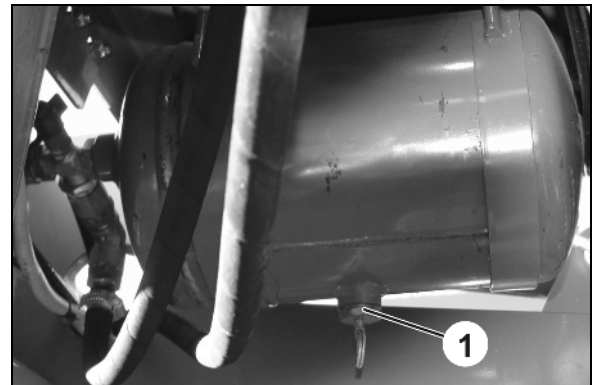

Fig. 119
1. Ziehen Sie das Entwässerungs-Ventil (Fig. 119/1) über den Ring solange in seitlicher Richtung, bis kein Wasser mehr aus dem Luftbehälter ausfließt.